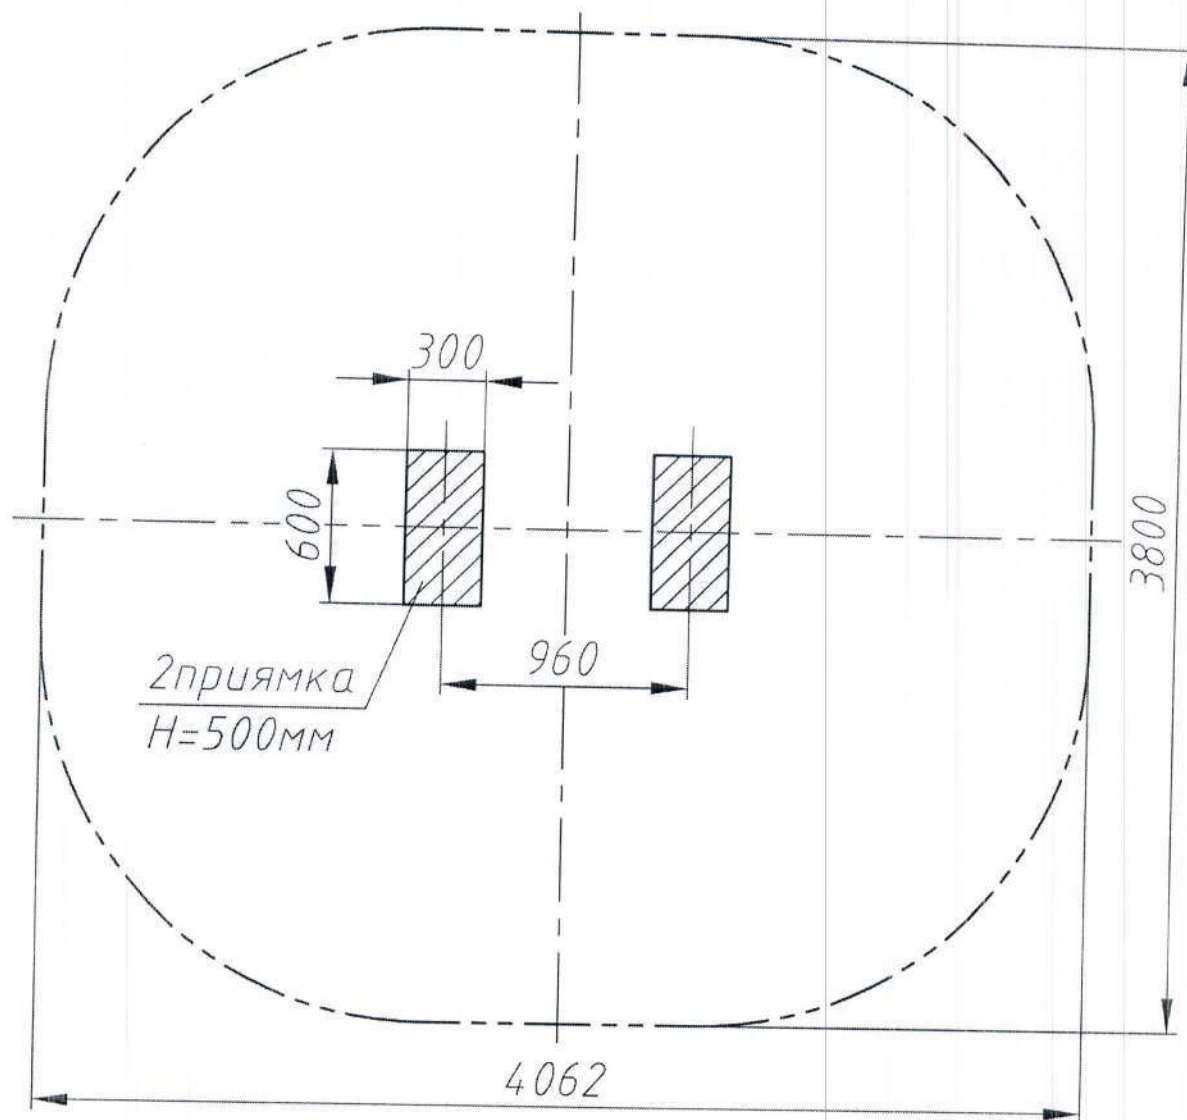

Рис.3 План фундамента Туннеля РТР 070-01
3.6. Монтаж туннеля заключается в бетонировании ножек 4 в грунт. Фундаментные прямки выполнить в соответствии с планом фундамента (рис. 3).